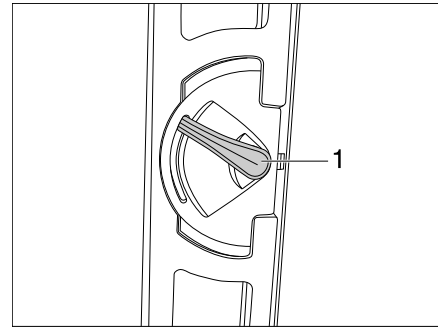
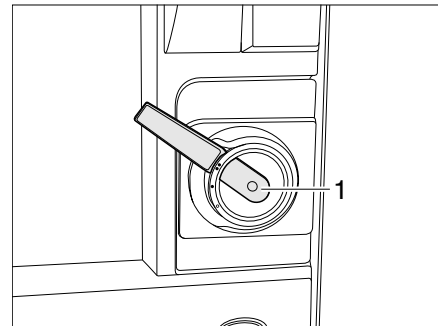

Fig. 22 Variante1: Serrure de la porte de cellule, à l'intérieur, verrouillée
Fig. 24 Variante 2: Serrure de la porte de cellule, à l'intérieur, verrouillée
- Pousser la poignée de porte (Fig. 22,1 ou Fig. 24,1) d'env. 45° vers le haut et la laisser dans cette position.